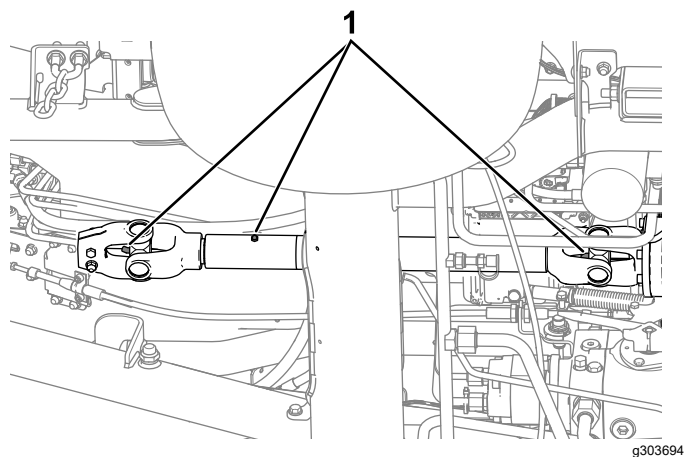

Figura 48
- Veio da transmissão da tomada de força (Figura 48)